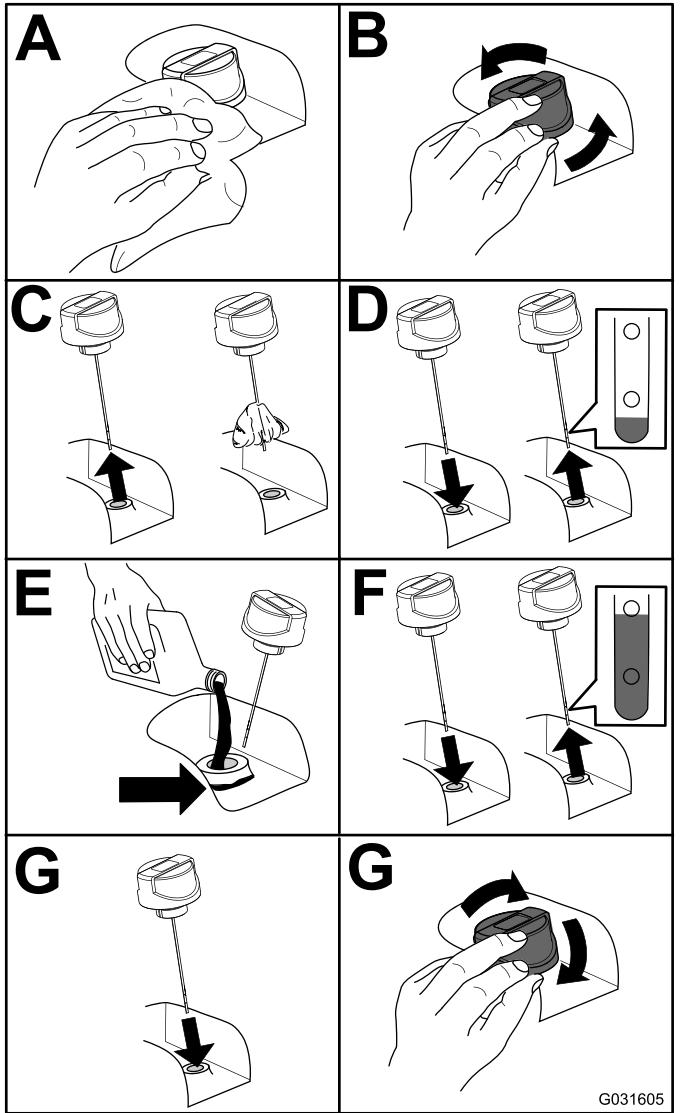

Figura 65
2. Compruebe el nivel de fluido hidráulico (Figura 65).
5. Llene el depósito con fluido hidráulico (Figura 65).